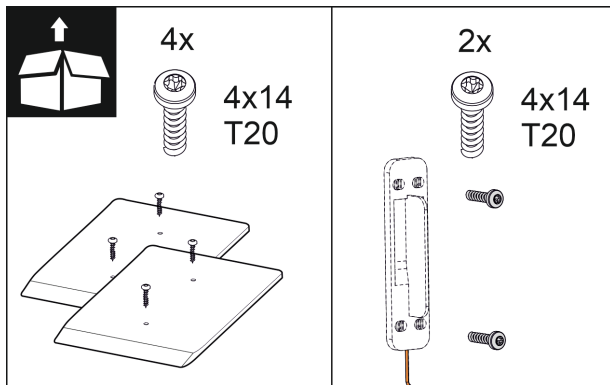

Fig. 17
2. Montageteile im Beipack überprüfen. Fig. 11 () bis Fig. 17 ()
Montageteile im Beipack Fig. 11 () bis Fig. 17 ()